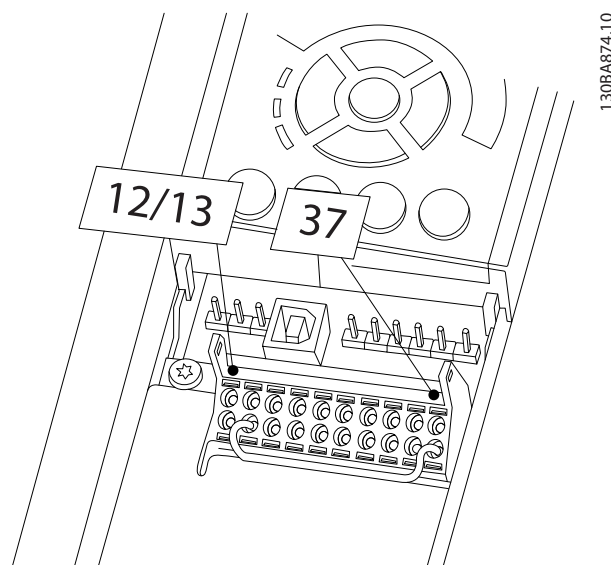

Bild 2.21 Bygel mellan plint 12/13 (24 V) och 37
1. Ta bort bygelledningen mellan styrplint 37 och 12 eller 13. Det räcker inte att klippa eller bryta bygeln för att undvika kortslutning. (Se bygeln i Bild 2.21.)